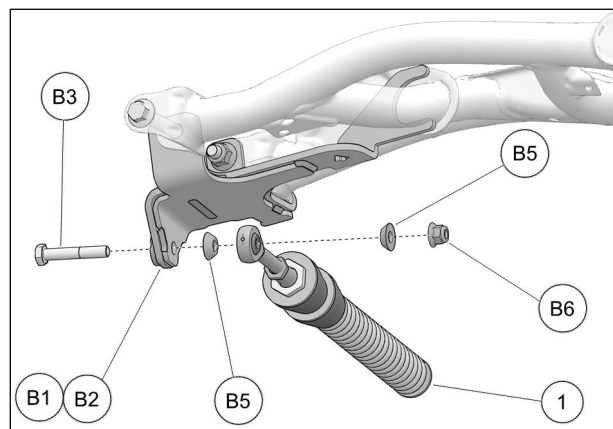

Fig. 10
10. Fixer le bras stabilisateur (1) à l'ancrage de suspension (B1-B2) à l'aide du boulon (B3), des espaceurs coniques (B5) et de l'écrou autobloquant (B6). Serrer à un couple de 70 Nm [52 lb•pi]. Voir la Fig. 10